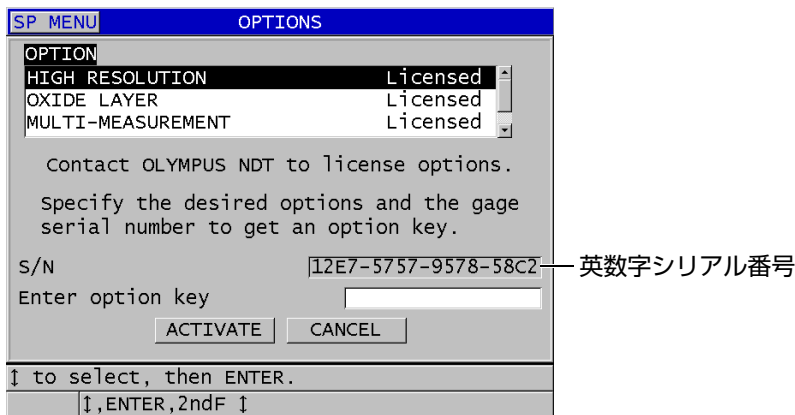

図 7-1 ソフトウェアオプションを有効にするためのオプション画面
3. オプション画面 (108 ページの図 7-1 参照) で、S/N フィールドに表示される 16 桁の英数字シリアル番号を書き留めておいてください。オプションリストは、ソフトウェアオプションの実際のステータスを示しています。ここで、認可はオプションが有効になっていることを意味します。
5. オプション画面（108 ページの図 7-1）で、以下の操作を行います。